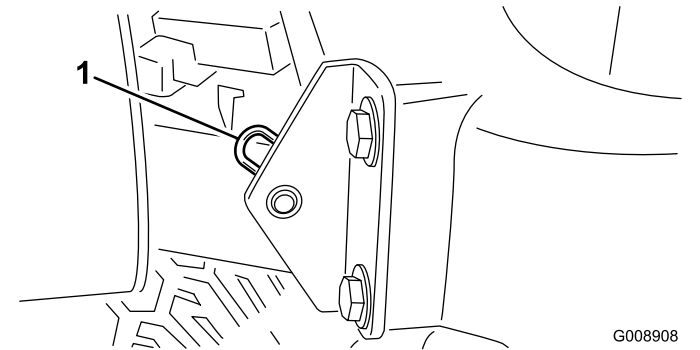

Figure 46
- 2. Retirez la goupille fendue qui fixe le pivot de capot aux supports (Figure 46).